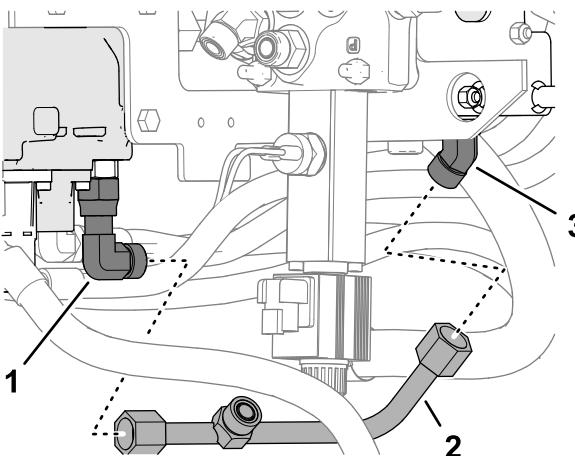
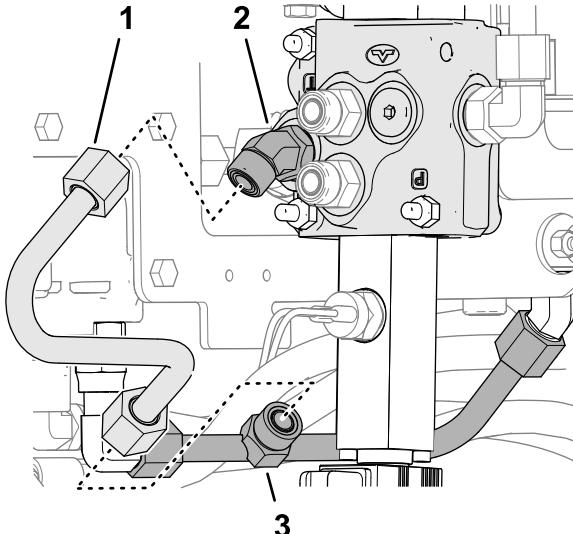

Figure 19
Figure 20
2. Fixez légèrement le tube du collecteur sur le raccord à 90° du distributeur de bras de chargeuse et le raccord à 45° (inférieur) dans l'orifice T de la vanne à faible débit (Figure 19).
3. Fixez légèrement le tube en S sur le raccord du tube de collecteur et le raccord à 45° dans l'orifice T du distributeur auxiliaire (Figure 20).
4. Serrez le raccord à 90° de l'orifice T du distributeur de bras de chargeuse (Figure 19) et le raccord à 45° de l'orifice T du distributeur auxiliaire (Figure 20) à un couple de 79 à 98 N·m.